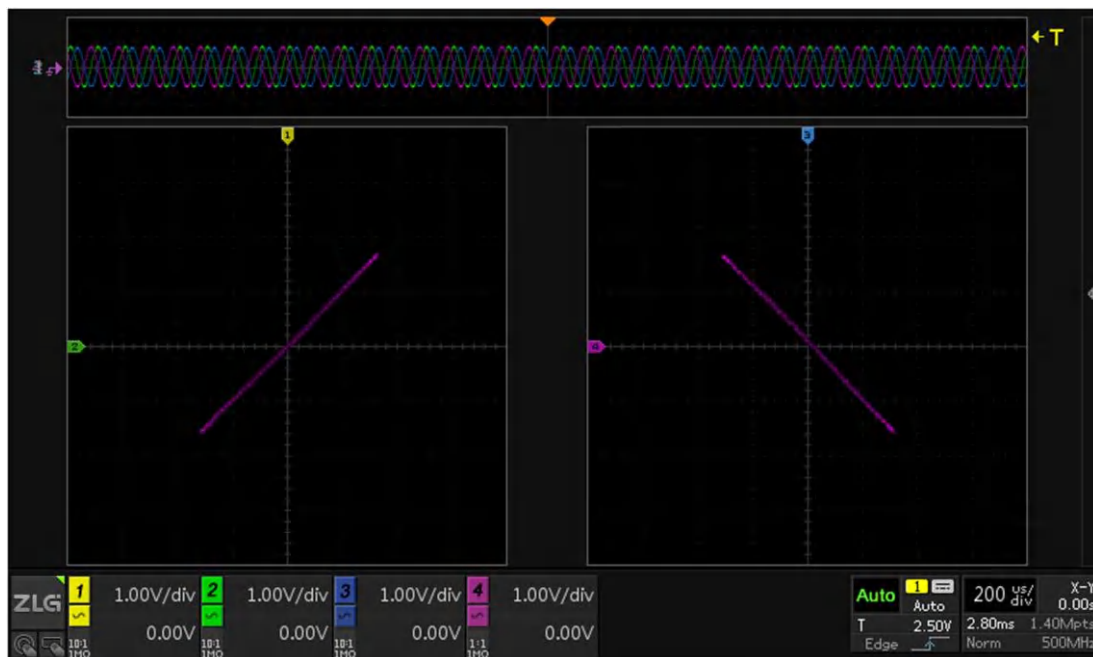

图 9.9 45°斜线
- 当  $\Phi = 0$  时，即两个通道的信号相位相同，此时  $Y = X$  ( $A = B$ )，对应的显示波形即为一  $45^\circ$  斜线，如图 9.9 左图所示。
- 当  $\Phi = \pi$  时，即两个通道的信号相位相反，则  $Y = -X$  ( $A = B$ )，对应的显示波形即为一  $45^\circ$  斜线，如图 9.9 右图所示；